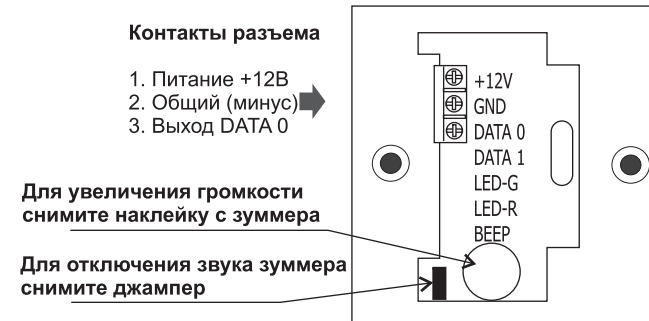

Рис.1 Схема подключения.
- Подсоедините провода к разъему считывателя в соответствии со схемой подключения (рис.1).
В момент чтения номера идентификатора звучит сигнал зуммера. Для отключения звука зуммера необходимо снять джампер на плате считывателя (см.рис.1).